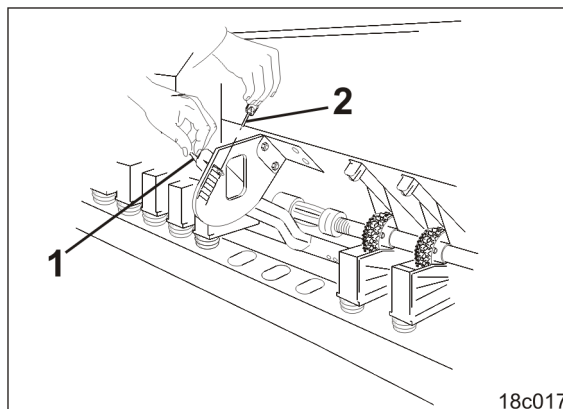

Fig. 70
1. Reglați levierul clapetelor bazale (Fig. 70/1) la valoarea din tabel (vezi Fig. 28, în pagina 51).
2. Asigurați levierul de reglare al clapetelor bazale cu șplintul (Fig. 70/2).